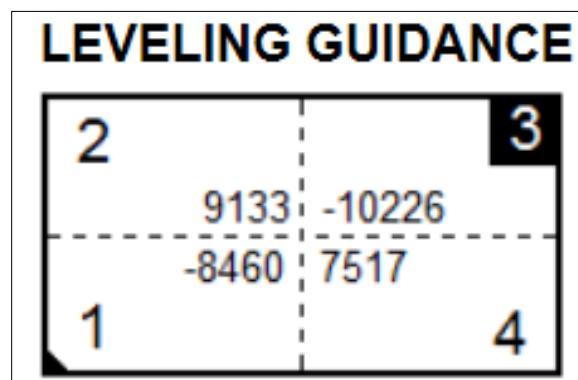

Figura 3-19: Display grafico di guida per l'installazione
- Nota: Se vengono richiamati i valori di fabbrica, il grafico visualizzerà un valore che rappresenta la differenza tra il valore corrente e il valore richiamato, come in Figura 3-19. Se i valori di fabbrica non sono presenti, o non richiamati, il grafico visualizzerà il valore assoluto dei conteggi correnti.